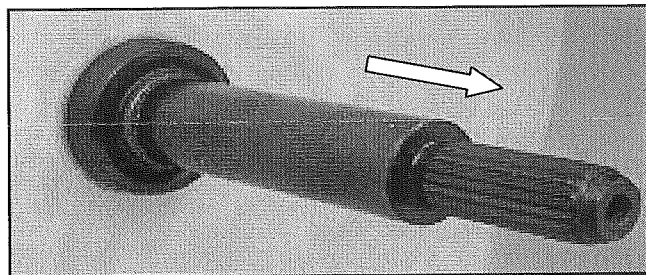

FIGURA 8
12. Inclíne la lavadora hacia adelante y quite el eje motriz y el sello de la tina. Vea la *Figura 8*.